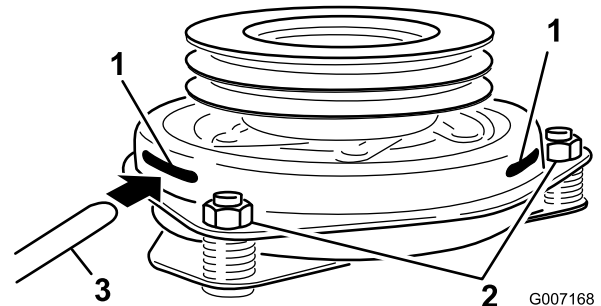

Figura 59
che si trovi tra le superfici di frizione dell'indotto e del rotore (Figura 59).
10. Stringete i dadi di bloccaggio fino a fissare leggermente lo spessimetro facendo però in modo di poterlo muovere facilmente all'interno del traferro (Figura 59).